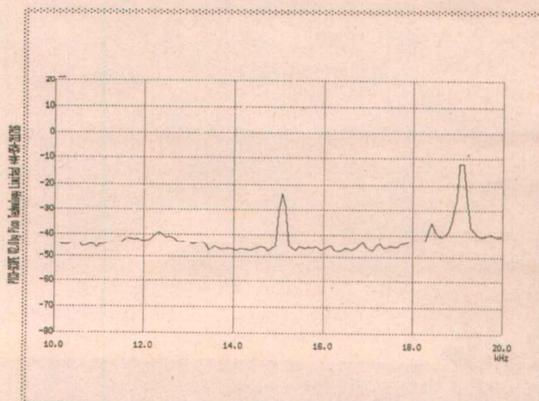

Figure 2 : un signal pilote pour publicités radiodiffusées.
Encore plus fort, le spectre reproduit à la figure 2 a été enregistré pendant la diffusion de publicités d'intérêt local sur RADIO CLASSIQUE : on voit parfaitement une raie trahissant un signal à
■ Figure 2 : schéma oscillateurs + ampli.
Le premier de ceux-ci est donné en figure 2. Il regroupe les oscillateurs, l'amplificateur de sortie, la tension de référence et diverses commutations. Les oscillateurs, représentés sur la gauche du schéma sont, comme il a été dit plus haut, de type WIEN. Voyons brièvement le fonctionnement d'un de ces oscillateurs (celui représenté dans le haut du schéma). Les diodes insérées en série avec une résistance de  $1M\Omega$  présentent, lorsque le niveau de